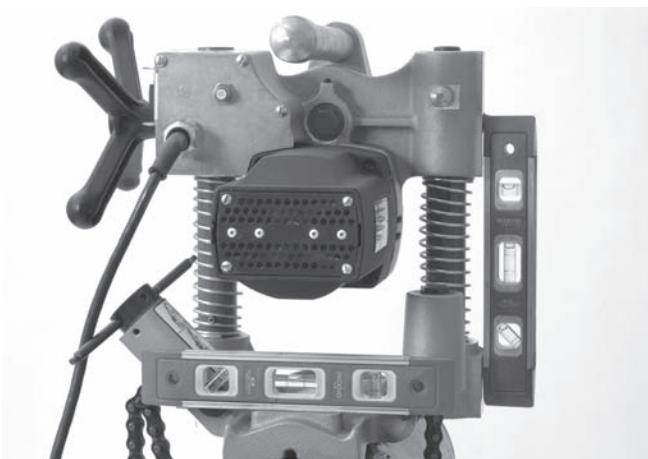

Figur 8 – Feste kjettingen
- Hold alltid minst en hånd på hullemaskinen for å stabilisere og styre den. Grip tak i enden av kjettingen og stram den rundt røret. Når du drar i kjettingen vil en fjær bli belastet på enden. Fest den nærmeste kjettingnålen på kjettingkroken. Fjærbelastningen vil holde kjettingen fast på kjettingkroken. Fest stoppeskrueenheten for å feste sokkelenheten på røret. (Se figur 8.)